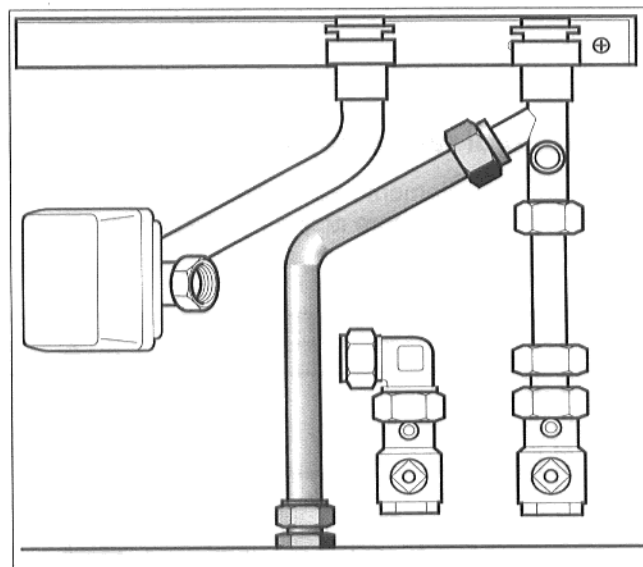

Fig. 9: tubo di raccordo, ritorno accumulatore
- Montare il tubo di raccordo tra l'accumulatore ed il pezzo di collegamento per il ritorno caldaia 45°. Tenere presente la guarnizione piatta e l'anello di serraggio! (Fig. 9).